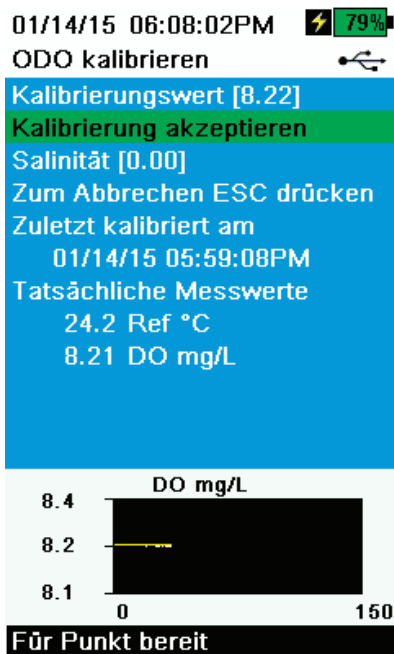

Abbildung 48 ODO mg/l kalibrieren
5. Beobachten Sie die aktuellen Messwertanzeigen hinsichtlich Stabilität (weiße Linie in der Graphik zeigt für 40 Sekunden keine bedeutende Änderung) und wählen Sie dann **Accept Calibration (Kalibrierung annehmen) aus** (Abbildung 48). Im Bereich Sofortnachrichten erscheint „Calibration Successful (Kalibrierung erfolgreich)!“.